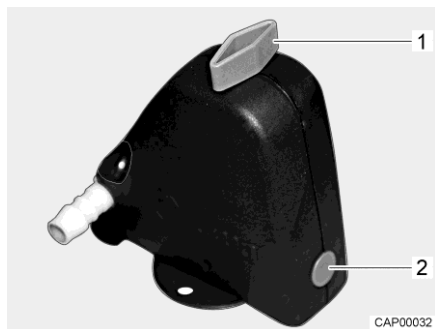
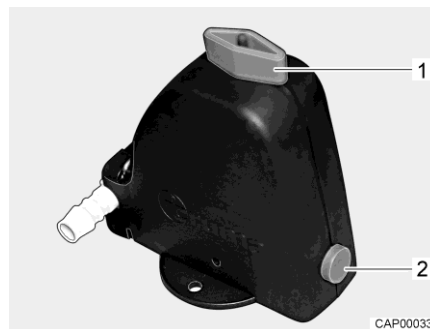

Fig. 97 Valvola di sicurezza/di scarico chiusa
Fig. 98 Valvola di sicurezza/di scarico aperta
- Aprire la valvola di sicurezza/di scarico (Fig. 97). A tal fine ruotare la manopola (Fig. 97,1) nel senso della lunghezza della valvola di sicurezza/di scarico. Il bottone automatico (Fig. 97,2) scatta all'infuori. La valvola di sicurezza/di scarico aperta è rappresentata in Fig. 98.